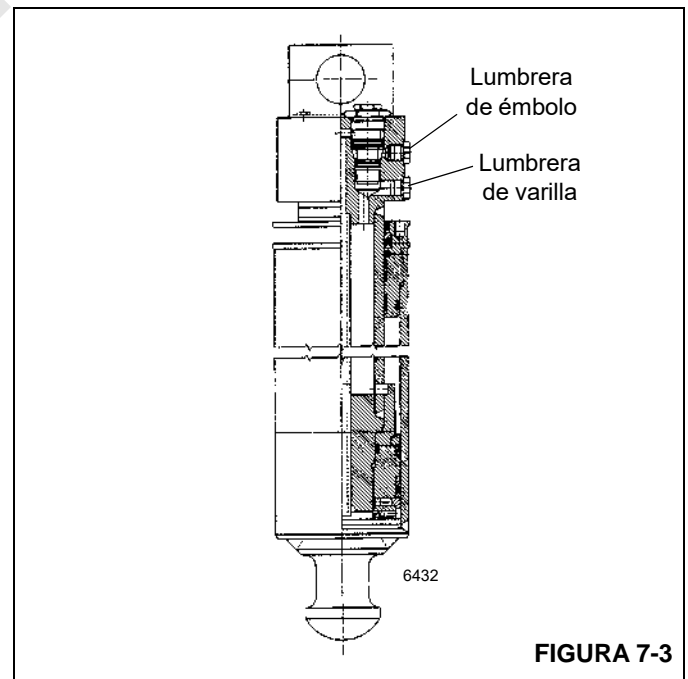

FIGURA 7-3
2. Quite la manguera del cilindro del lado de la varilla del cilindro de gato que se sospecha que tiene fugas (vea la Figura 7-3). El aceite fluirá hasta que se vacíe la cavidad del bloque de lumbreras del cilindro. Después de que se vacíe la cavidad del bloque de lumbreras, el aceite deberá dejar de fluir por la lumbrera del lado de la varilla.
2. Quite la manguera del cilindro del lado del émbolo del cilindro de gato que se sospecha que tiene fugas (vea la Figura 7-3). El aceite fluirá hasta que se vacíe la cavidad del bloque de lumbreras del cilindro. Después de que se vacíe la cavidad del bloque de lumbreras, el aceite deberá dejar de fluir por la lumbrera del lado del émbolo.